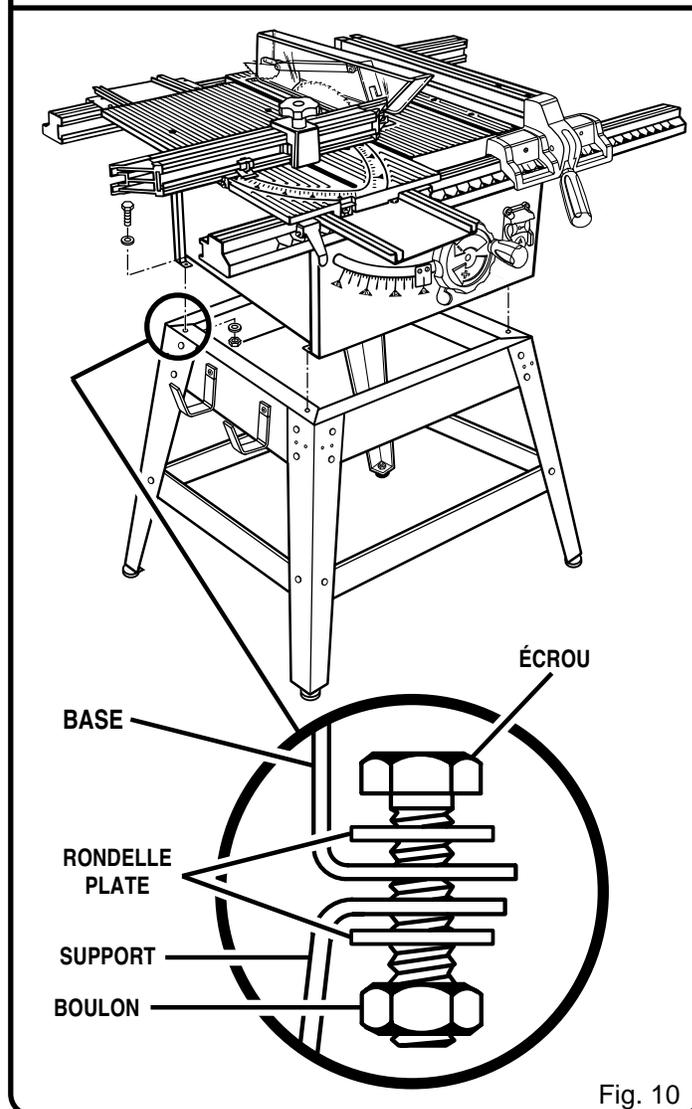

Fig. 10
Voir figure 10.
- Une rondelle plate sur un boulon et insérez ce dernier dans le trou. Ajoutez une rondelle plate et un écrou hex. Serrez-le à la main. Voir figure 10.